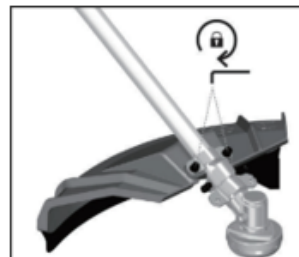

Fig. 3-2
2. Monte e aperte os parafusos. (fig. 3-2)